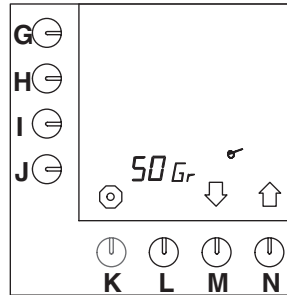

Fig. 48 Programmering av kaffekalkulatoren
- Trykk på valgtasten (N.)↑ inntil fig.48 vises på displayet.